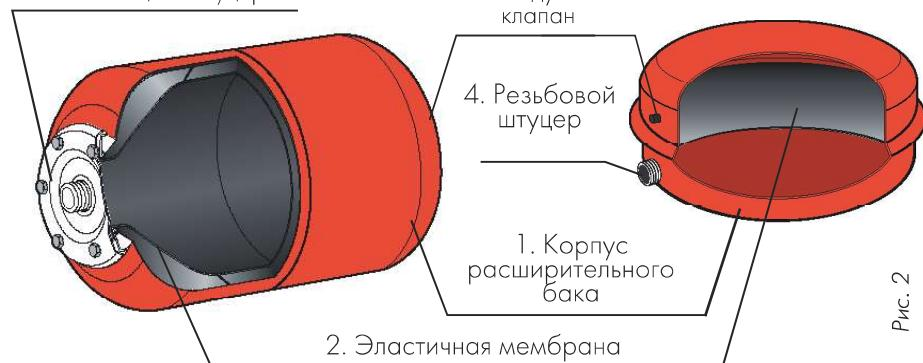

Рис. 2
4.1 Описание расширительного бака (Рисунок 2)